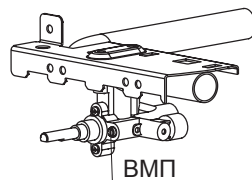

рис. 13
15.3. Настройка регулируемых ВМП горелок стола и духовки (рис. 13).